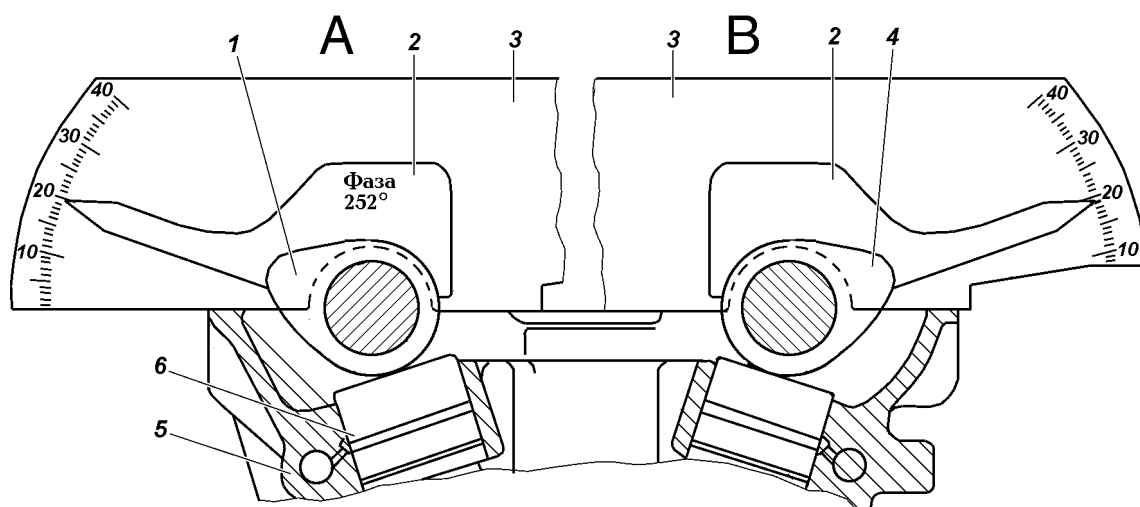

Рис. 4.149. Проверка углового положения распределительных валов:
7. Установите транспортир 3 (рис. 4.149) за первым кулачком распределительного вала впускных клапанов (рис. 4.66 вид "А"), расположив его между кулачком и крышкой опоры распределительного вала. Прижимая транспортир 3 к верхней плоскости головки 5 цилиндров, приложите и плотно прижмите шаблон 2 к поверхности первого кулачка. При этом стрелка шаблона должна располагаться на метке транспортира $20^{\circ}30' \pm 2^{\circ}40'$.
Аналогично проведите проверку углового положения первого кулачка распределительного вала выпускных клапанов (рис. 4.149, вид "В").